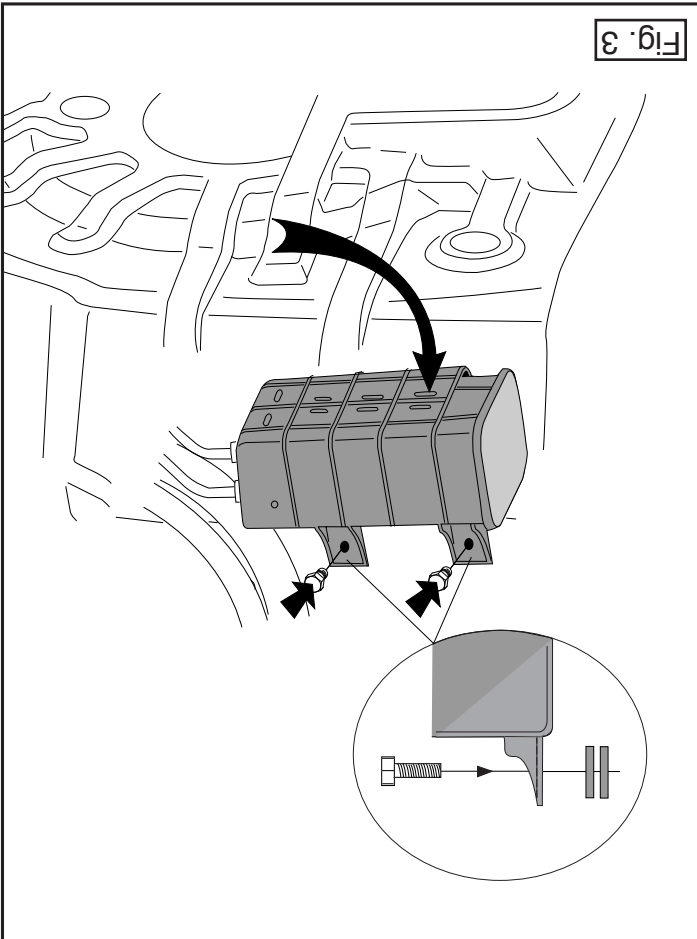

Fig. 3
17. Herplaats het canister inclusief de vullingen (zie fig. 3).
17. Replace the canister including spacer rings (see fig. 3)
17. Den Kanister einschließlich Füllringe wieder anbringen (siehe Abb.3).
17. Установить канистру на место, используя кольца наполнительного материала (см. рис. 3).